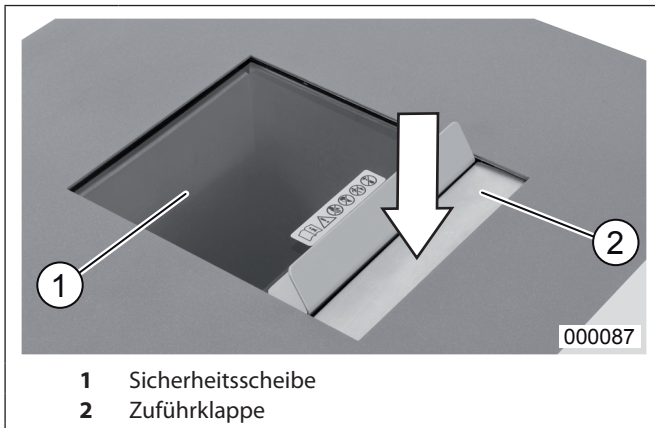

Abb. 2 Einführungsschacht intimus FlashEx
Leuchtet auf, wenn die Tür des Unterschranks oder die Sicherheitsscheibe (Abb. 2/1) geöffnet ist.
- ① = **Sicherheitsscheibe (Abb. 2/1)**
- ② = **Zuführklappe (Abb. 2/2)**
1. Sicherheitsscheibe (Abb. 2/1) öffnen.